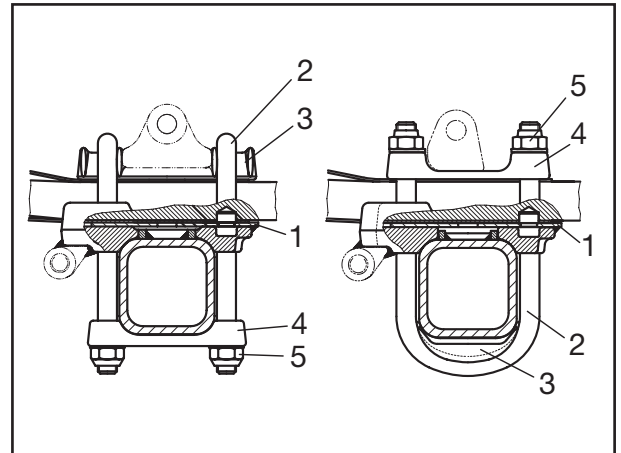

Fig. 13
- [18] Lenkerfeder mit dem Zentrierbolzen bzw. der Einspurplatte (Fig. 13/1) in den Achslappen einlegen.
- [19] Neue Federbügel (Fig. 13/2) und Segmente (Fig. 13/3) montieren.
- [20] Federplatte (Fig. 13/4) auflegen. Federbügelgewinde einfetten. Neue Scheiben aufstecken und neue Sicherungsmuttern (Fig. 13/5) von Hand auf die Federbügel aufschrauben.
- [18] Lay the trailing arm spring complete with centring bolt or tracking plate (Fig. 13/1) in the spring seat.
- [19] Fit new spring U-bolts (Fig.13/2) and segments (Fig. 13/3).
- [20] Put spring plate (Fig. 13/4) in place. Grease spring U-bolt threads, put on new washers and screw new lock nuts (Fig. 13/5) onto spring U-bolts by hand.
- [18] Installer le ressort de guidage et le pion de centrage ou la plaque de triangulation (fig. 13/1) dans le patin d'essieu.
- [19] Monter des brides de ressort (Fig. 13/2) et des segments (Fig. 13/3) neufs.
- [20] Mettre la plaque de ressort (Fig. 13/4) en place. Enduire de graisse le filetage de la bride de ressort. Enfiler des rondelles neuves sur les brides de ressort, puis visser manuellement des écrous de sûreté neufs (Fig. 13/5).